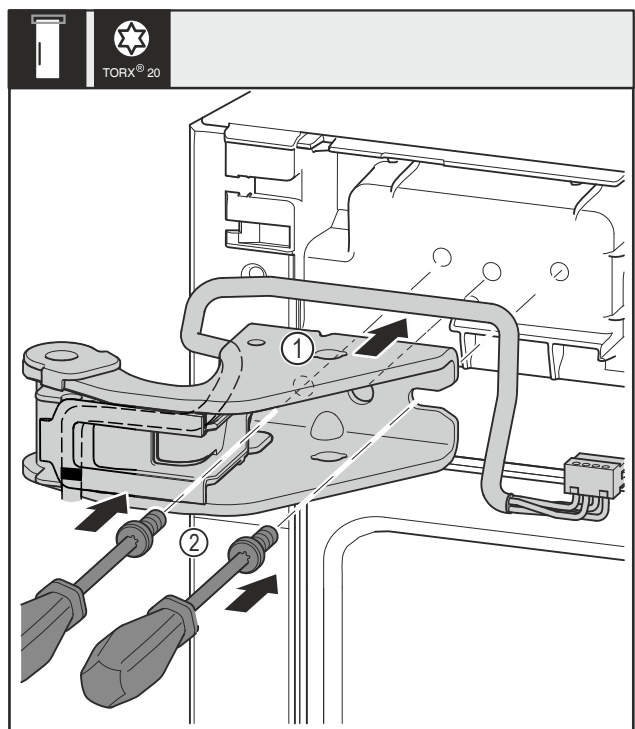

Fig. 20
- Poser le support de palier supérieur Fig. 20 (1).
- Poser les vis Fig. 20 (2) avec un tournevis et les serrer.